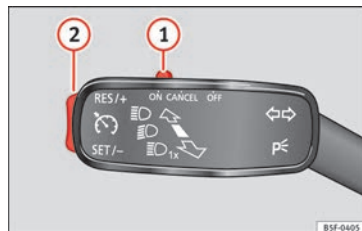

Fig. 187 Le levier des clignotants et des feux de route : touches du régulateur de vitesse.
- Déplacez le commande **1** » **fig. 187** sur la position **ON**.
- Appuyez sur la commande à bascule ② » fig. 187 » page 187 pour la placer sur la position **RES**.
- Il est possible de **diminuer** la vitesse mémorisée en appuyant sur la touche ② » fig. 187 » page 187 pour la placer sur la position **SET**.
- Lorsque vous relâchez la touche à une vitesse inférieure à 30 km/h (19 mph), aucune vitesse n'est mémorisée et la mémoire est effacée. Pour la mémoriser, il faut atteindre une vitesse supérieure à 30 km/h (19 mph) et appuyer de nouveau sur la touche ② pour la placer sur la position **SET**.
Le régulateur de vitesse **se désactive temporairement** en appuyant sur la commande ① » fig. 187 » page 187 pour la placer sur la position **CANCEL**, ou en appuyant sur la pédale de frein ou d'embrayage.
- Déplacez la commande ① » fig. 187 » page 187 sur la position **OFF**.